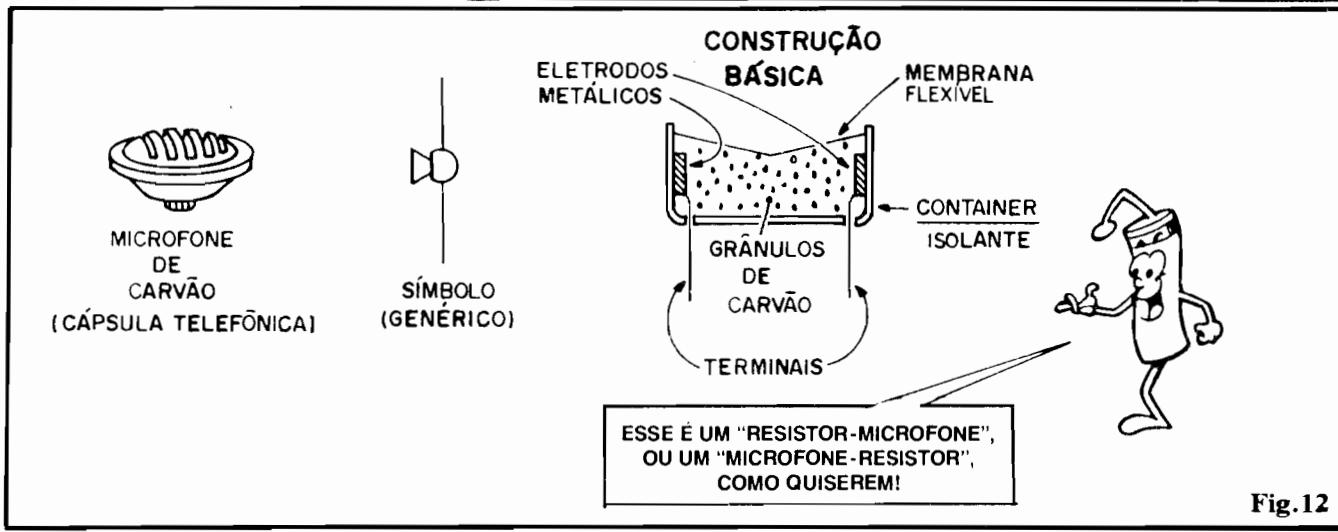

Fig.12
- **FIG. 12** - Embora tenhamos dito que PDRs não são "encontráveis" nas lojas, na forma de componentes acessíveis ao grande público, na verdade **existe** um tipo de PDR "pronto", e que pode ser comprado a baixo preço mesmo em "sucatas", por aí! Trata-se do MICROFONE DE CARVÃO, normalmente usado como cápsula captadora da voz em telefones (atualmente estão sendo gradualmente substituídas por cápsulas dinâmicas, capacitivas, de eletreto ou de cristal, mas muitos dos aparelhos telefônicos não tão novos, ainda usam o microfone de carvão...). A figura mostra, pela ordem, a aparência, o símbolo (genérico, para "microfones") e a